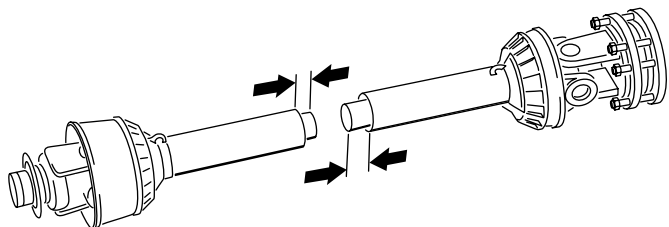

Figura 17
11. Separate le 2 metà dell'albero della PDF (Figura 17).
12. Misurate la distanza tra l'estremità di ciascun tubo e il relativo schermo di protezione (Figura 17).